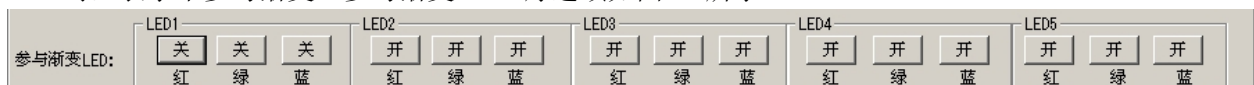

图 12
- 1) **参与渐变 LED**：在此选择参与渐变的 LED 灯路数，当为“开”时，表示该路灯参与渐变；为“关”时，表示不参与渐变。参与渐变 LED 灯选项如图 12 所示。